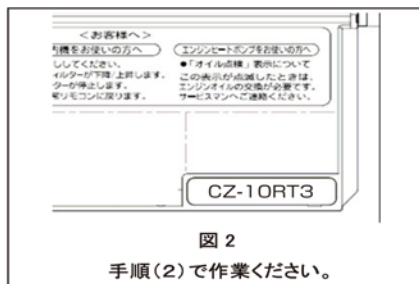

図2
- (1)リモコンの裏側に貼ってあるラベル(図2)をご確認ください。
吸込グリルを開いた状態で、後部ヒンジ(2カ所)のツメ部を ⊖ドライバーで押して吸込グリルを引き抜いてください。(図2)
(図2)